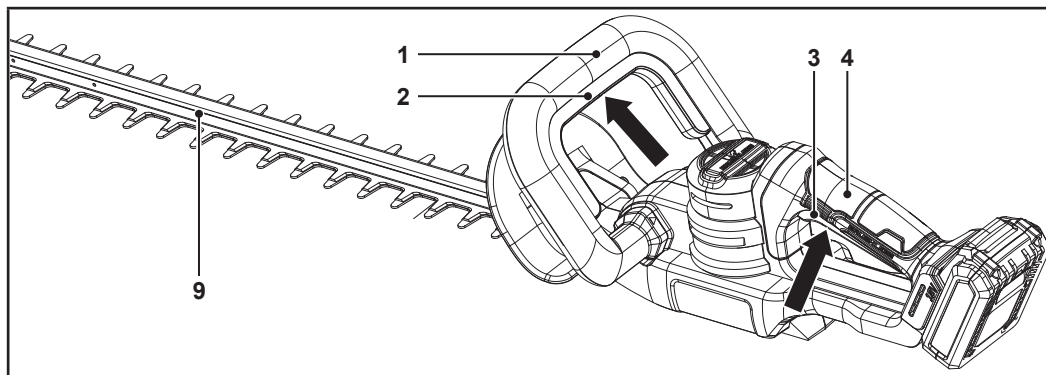

Fig. 5
**Comutator de siguranță (2), comutator de pornire/oprire (3):** Ține bine produsul cu o mână pe mânerul frontal (1) și cu cealaltă pe mânerul posterior (4). Produsul poate fi operat numai dacă ambele comutatoare (2, 3) sunt apăsată simultan (fig. 5). Dacă vreunul din comutatoare este eliberat, produsul se oprește imediat.
**NOTĂ:** Produsul poate fi operat numai dacă ambele comutatoare (2, 3) sunt apăstate simultan (fig. 5). Dacă vreunul din comutatoare este eliberat, produsul se oprește imediat.
1. Scoate protecția lamei (11).
2. Verifică dacă lama (9) este lubrifiată corespunzător (consultă „Îngrijire și întreținere”).
3. Montează acumulatorul (12) în produs.
4. Asigură-te că lama (9) nu atinge niciun obiect.
1. Ține produsul corect cu o mână pe mânerul frontal (1) și cu cealaltă pe mânerul posterior (4) (fig. 5).
2. Ține apăsat comutatorul de siguranță (2) (fig. 5).
3. Ține apăsat comutatorul de pornire/oprire (3) (fig. 5).